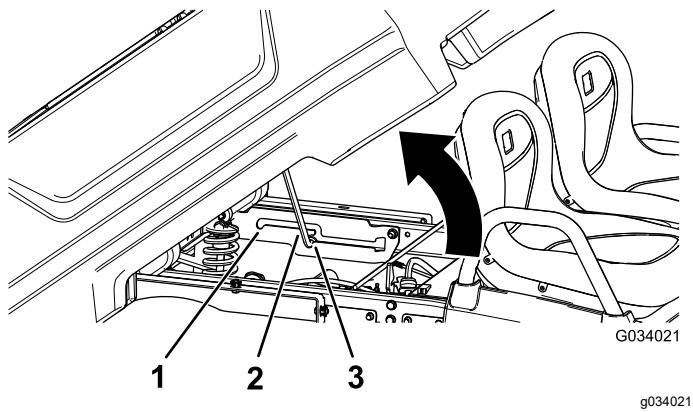

Figure 14
- Engagez la béquille dans le cran de verrouillage pour bloquer le plateau en position déchargement (Figure 14).
- Tirez la béquille hors de la fente de verrouillage (Figure 14).